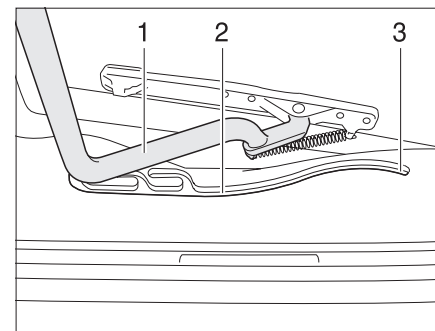

Bild 34 Heki-Dachhaube, Führung
- ▶ Den Bügel (Bild 34,1) in den Führungen (Bild 34,2) bis in die hinterste Position (Bild 34,3) ziehen.
- ▶ Den Bügel (Bild 34,1) mit beiden Händen leicht nach oben drücken.
- ▶ Den Bügel mit beiden Händen nach oben drücken, bis der Bügel oberhalb des Sicherungsknopfes (Bild 34,2) liegt.
- ▶ Den Bügel in den Führungen (Bild 34,2) bis zur gewünschten Stellung ziehen.